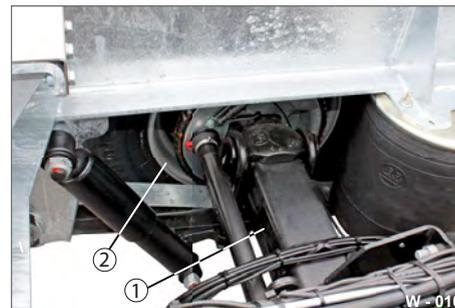

Abb. 12 Hebevorrichtung ansetzen
- ▶ Setzen Sie die Hebevorrichtung möglichst nach außen, im Bereich für Hebevorrichtung (Abb. 12/2), unter das Achsrohr (Abb. 12/1) an.